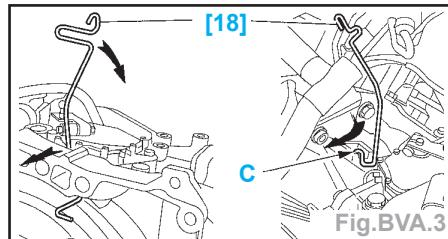

Fig.BVA.3
- Mise en place de l'outil [18] (Fig.BVA.3) :